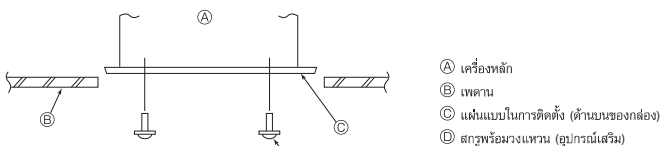

Fig. 3-8
3.7. กำหนดตำแหน่งที่จะติดตั้งตัวเครื่องหลักและการขันสลักเกลียวสำหรับแขวน (Fig. 3-8)